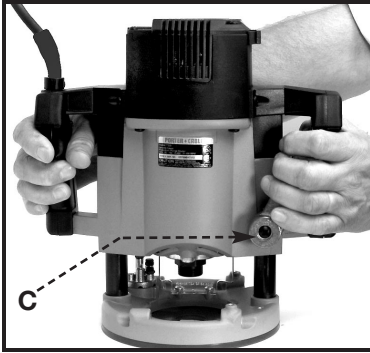
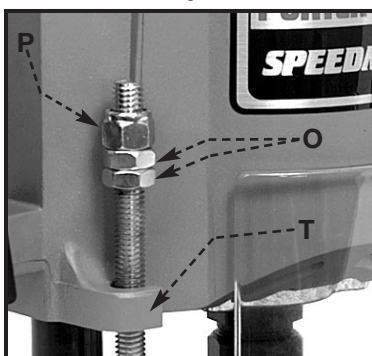

Fig. 4
Fig. 8
- Suelte el mecanismo de movimiento vertical al tirar (jalar) la palanca cerradora (C) Fig. 4, a la izquierda. Baje el mecanismo hasta que la broca apenas toque la superficie del trabajo. Suelte la palanca y empújela a la derecha para cerrar el mecanismo en esta posición.
- Para algunas aplicaciones, puede ser deseable limitar el movimiento vertical del mecanismo. Esto se puede hacer al: (1) Mover la palanca cerradora (C) Fig. 4 hacia la izquierda, para soltar el mecanismo de movimiento vertical, y mover el motor hasta el punto deseado; (2) Soltar y empujar la palanca a la derecha para cerrar el mecanismo en esta posición; (3) Usando dos llaves de boca de 9/16" (no están provistas), atornillar las tuercas de límite (O) Fig. 8, contra la parte superior del lomo (T) Fig. 8, de la caja del motor y apretar las tuercas una contra la otra para fijarlas.
NO INTENTE aumentar la distancia del movimiento vertical con reajustar la tuerca de tope (P) Fig. 8. Aumentando la distancia a más de 3" puede causar que el mecanismo se atore.